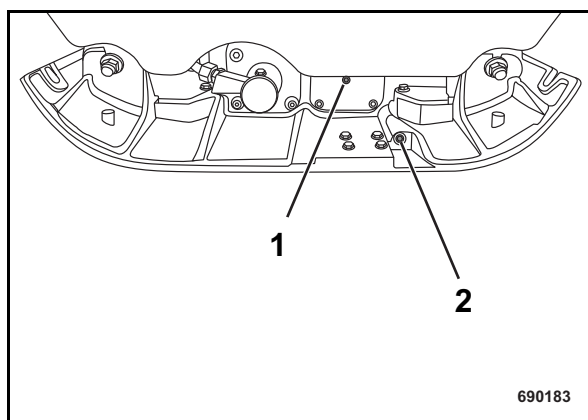

Fig. 40
- Desenroscar el tornillo de aireación (1) (Fig. 40).
- Desenroscar el tornillo de descarga de aceite (2), y comprobar el nivel de aceite.